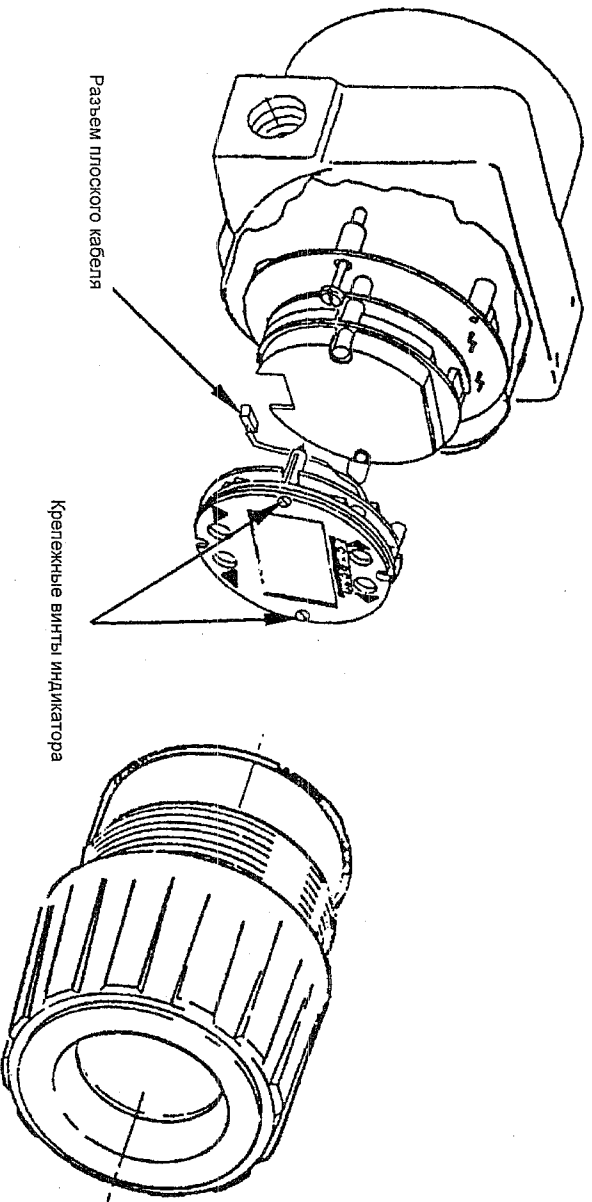

Рис. 19. Соединения электронного блока с индикатором
**ПРИМЕЧАНИЕ:** Если на электронном блоке установлен индикатор, снимите его, ослабив два крепежных винта и сняв разъем ленточного кабеля с электронного блока. См. рис. 19. Установите индикатор на новый электронный блок в соответствии с пунктом 6.